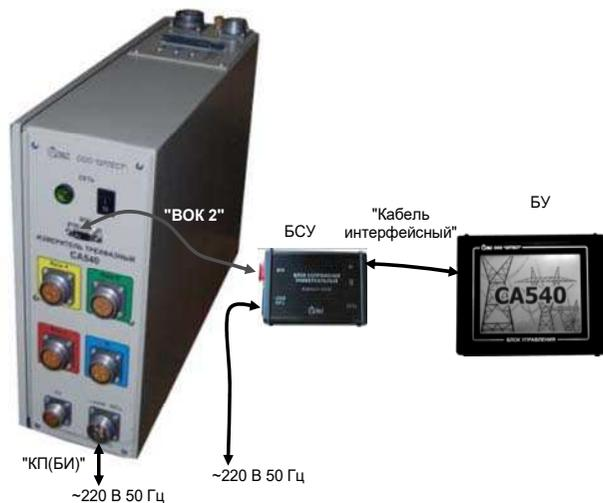

Рисунок 6.1
- 1) Собрать Измеритель (рисунок 6.1).